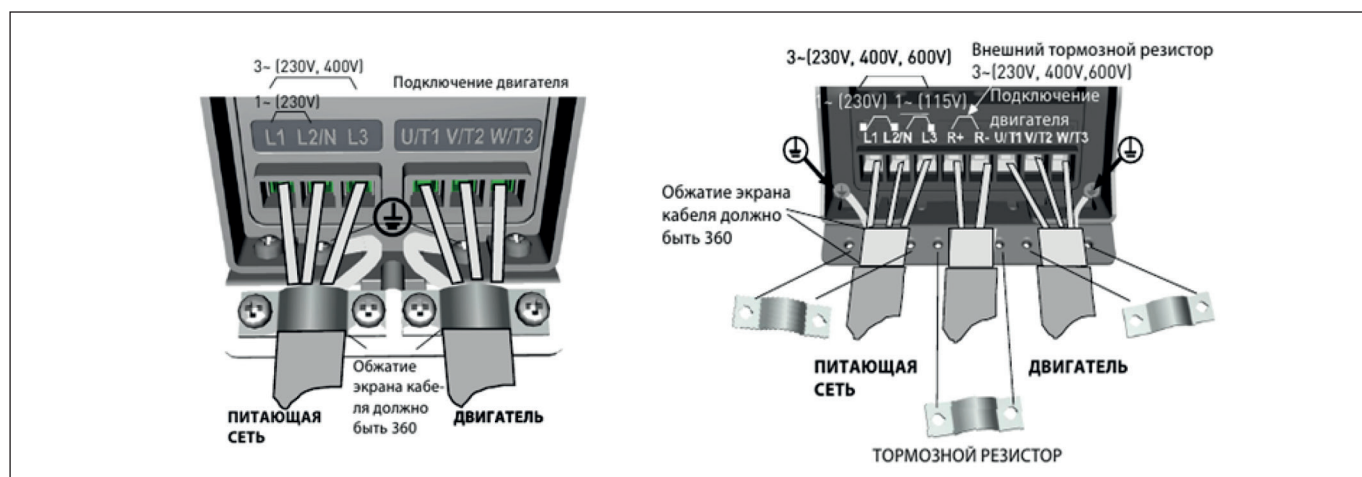

Рисунок 4. Подключение силовых кабелей преобразователя VACON® 10
5. Проверьте правильность подсоединения сети питания (клеммы L1-L2/N для 1 фазной сети и клеммы L1-L2/N-L3 для 3-фазной сети) Рисунок 4.
6. Проверьте правильность подсоединения питания двигателя (клеммы U/T1-V/T2-W/T3) Рисунок 4.